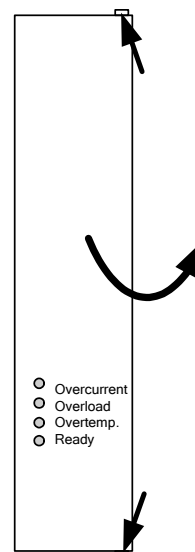

Figura 6-1 Abrir tapa frontal
- ◆ Soltar los dos tornillo existentes arriba y abajo de la placa frontal y girar ésta, junto a la tapa lateral, hacia un lado (Figura 6-1). Para ello no es necesario desmontar la placa frontal con la tapa lateral. Al hacerlo es necesario desenchufar el cable de conexión del conductor de protección que va a la tapa frontal.